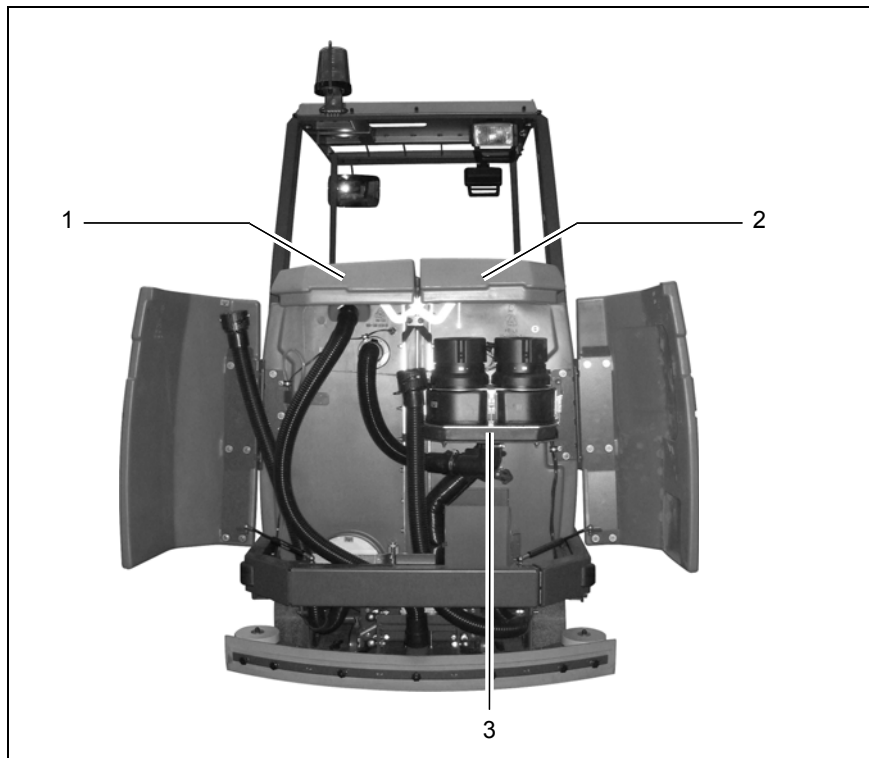

Abb. 13
3.1.3 Saugturbinen (Absaugung) (Abb. 13/3)
(Abb. 13/2)
(Abb. 13/1)